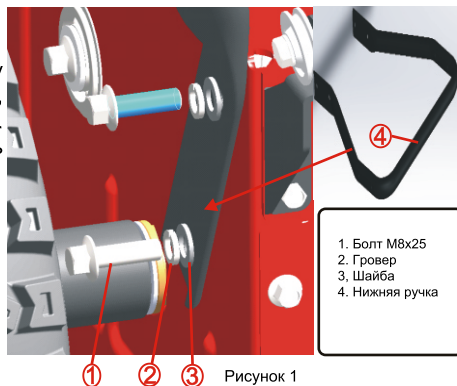

Рисунок 1
Используйте 4 штуки для каждого болта (1) для фрезы M8x25 и пружинной распорки (2) и плоской прокладки (3). Установите нижнюю ручку в 2 отверстия (см. Рис. 1) на каждой стороне корпуса.